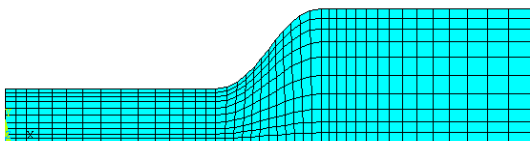

图 5-52 单元网格
⑧划分单元网格:在“MeshTool”对话框中单击“Mapped”按钮,以选择映射网络划分方式。单击“Mesh”按钮,会弹出拾取对话框,单击“Pick All”按钮,进行映射网格划分,得到如图 5-52 所示的网格。